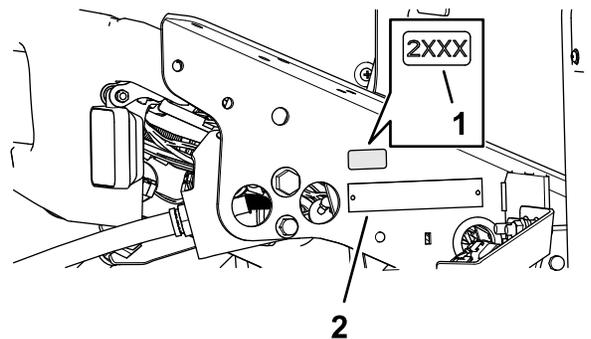

Figura 35
1. Utilice alcohol y un trapo limpio para limpiar la zona del soporte del suelo junto a la placa del número de serie, y deje que el soporte se seque (Figura 35).